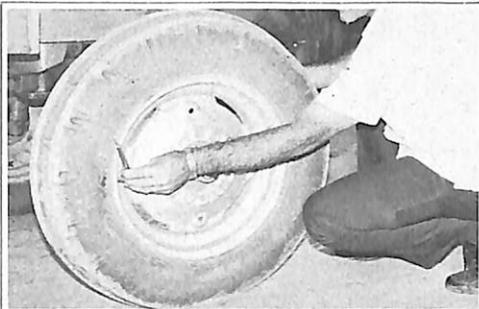

Fig. 9 - Verificação da pressão do pneu
- Verificação da pressão dos pneus - O bom desempenho do trator depende muito do estado dos pneus e da sua correta calibragem (Fig.9). O tratorista além de dispensar os cuidados no manejo do trator, evitando passagem sobre pedras de ponta, tocos, arrancadas bruscas e freiadas violentas, deve dispensar atenção especial à sua calibragem. Pneu com excesso de pressão tem menor aderência (desliza muito e perde força), produz mais trepidação, aumenta o consumo de combustível e não se desgasta por igual (o maior desgaste ocorre no centro).